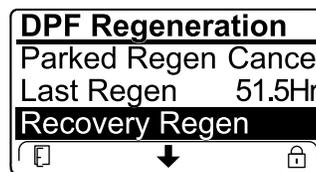

Figura 53
- Se il computer del motore non ha richiesto una rigenerazione di recupero e voi scorrete il menu verso il basso fino all'opzione RECOVERY REGEN, la rigenerazione di recupero viene bloccata e l'icona di blocco (Figura 53) compare nell'angolo in basso a destra dell'InfoCenter.